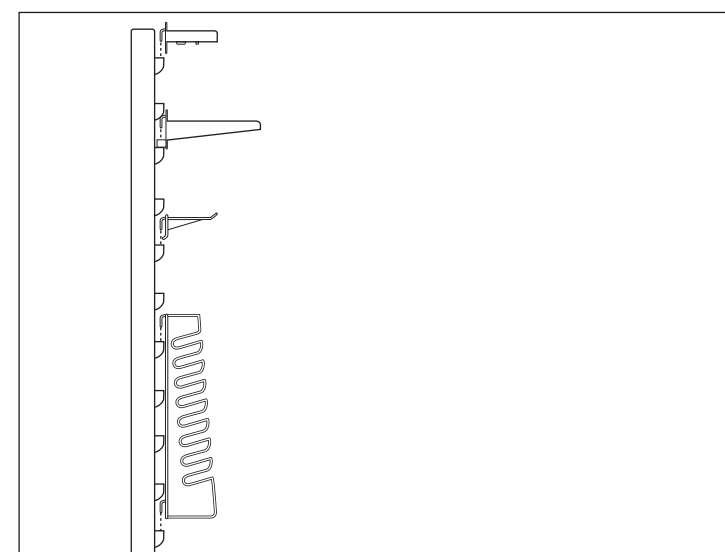

Fig. 4
- Inserire (dall'alto) i ganci nello slot (vedi fig. 4).
- Inserire (dall'alto) il supporto per trapano e punte negli slot: i due ganci devono far presa nel pannello (vedi fig. 4).
- Inserire (dall'alto) il supporto per utensili negli slot: i due ganci devono far presa nel pannello (vedi fig. 4).
- Inserire (dall'alto) il supporto per chiavi inglesi negli slot: i due ganci devono far presa nel pannello (vedi fig. 4).